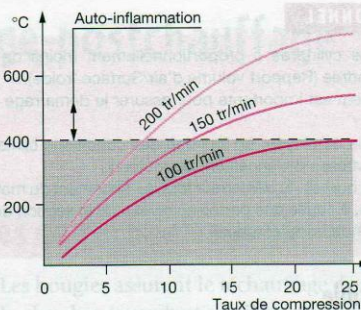
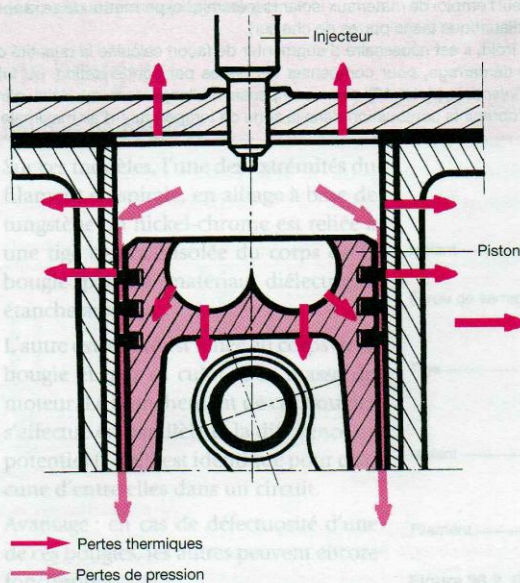

Figure 95.2. Température extérieure = 0 °C.
Figure 95.4. Pertes thermiques et pertes de pression sur un moteur diesel
- Vitesse de lancement incorrecte, due soit au système électrique, soit à la viscosité de l'huile (durée des fuites, fig. 95.2 à 95.4).
- Film d'huile non formé entre la paroi du cylindre et le piston moteur (fig. 95.4).
- Parois des cylindres froides (fig. 95.2), chambres de combustion avec passage d'air limité (chambres de précombustion, turbulence, fig. 95.4),
- Temps de contact de l'air avec les parois (vitesse de lancement) (fig. 95.2).